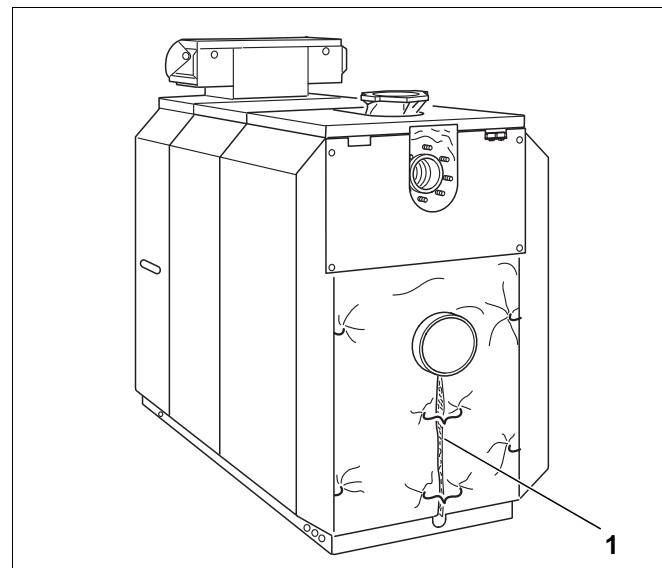

Рис. 59
- Отогнуть теплоизоляцию на задней секции и скрепить ее пружинами под штуцером дымовых газов (рис. 59, **поз. 1**).